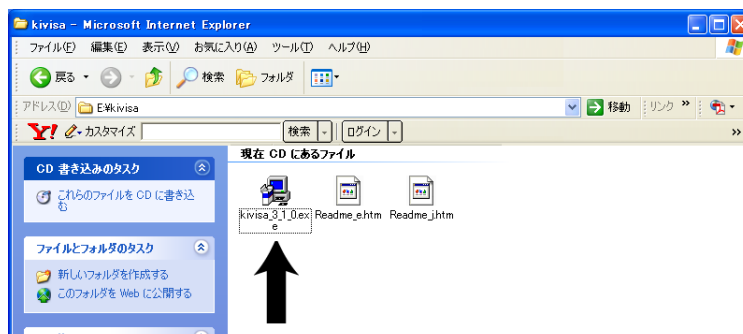

図 2-8 KI-VISA のインストール (kivisa\_3\_1\_0.exe の例)
- 17 図 2-8 のブラウザ画面で「戻る」ボタンをクリックします。